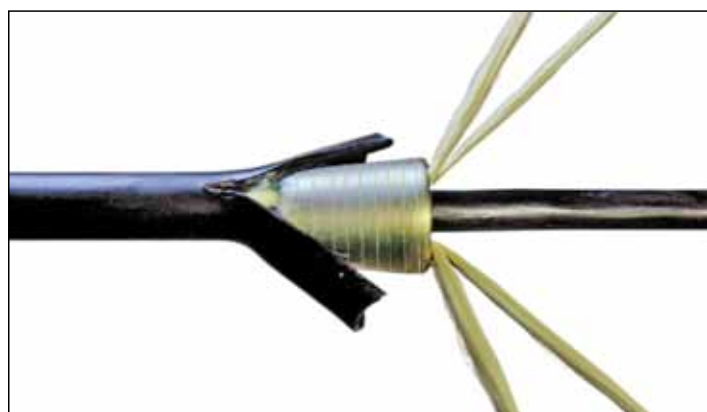

Рисунок 4.24 – Надвигание конуса
4.3.3.4 На нити под надрезом наложить бандаж лентой 88T для плотной фиксации конуса на ОК. Надвинуть конус на бандаж до упора (рисунок 4.24).